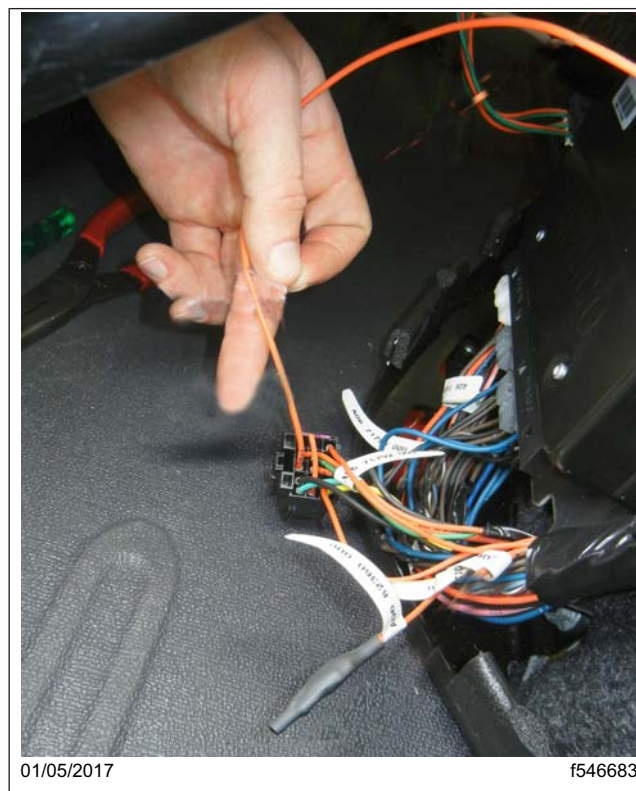

Fig. 36, Fil inséré dans le connecteur X1A
25. Insérez les extrémités libres du faisceau de câblage monofil A06-93668-000 dans le connecteur X1A du module ABS, dans la cavité 7. Branchement du A06-93668-000 dans la cavité 7. Reportez-vous à la figure 36.